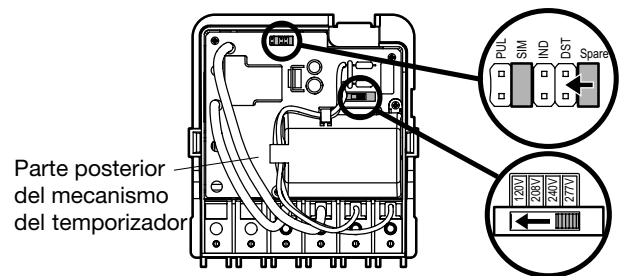

FIG. 2 Ajustar el voltaje, DST y SIM/IND/PUL
2. Ajuste el selector de voltaje en el voltaje de entrada deseado. El interruptor temporizador se envía con un voltaje configurado de 277 V CA. **Para que funcione con 120, 208 o 240 V CA, mueva el interruptor selector al ajuste deseado según aparece marcado en la tarjeta de circuito.** Consulte FIG. 2.
3. El interruptor temporizador se envía con el horario de verano (DTS) activado. Para desactivar DST, mueva el puente desde Spare a DST. Consulte FIG. 2.
4. Decida si desea controlar múltiples cargas simultáneamente (SIM), independientemente (IND) o con un pulso de 2 segundos (PUL) (por ejemplo, para usar con contactores sostenidos de manera mecánica o timbres), y asegúrese de que el puente se haya colocado correctamente. Consulte la ubicación B en Vista trasera arriba y los detalles a la derecha. Consulte FIG. 2. (La unidad se envía con las cargas configuradas para IND).
Nota: Debe reiniciar el interruptor temporizador usando este procedimiento cuando quiera cambiar los puentes descritos en FIG. 2 (SIM/IND/PUL o DST). Para restablecer el temporizador, mantenga presionado el botón **ENTER** y luego presione el botón **REINICIAR**. La pantalla mostrará las 12:00 a. m. y el interruptor temporizador se encontrará en modo manual.